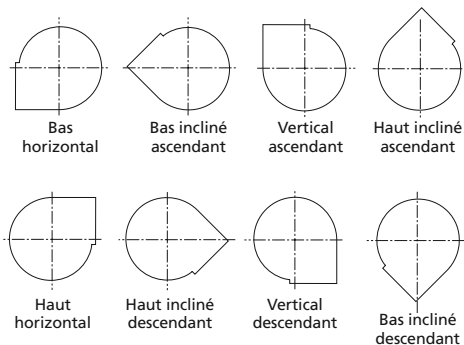

Figure 3 — Refoulement de la soufflante, vue du côté moteur (sens des aiguilles d'une montre)
1. Cette soufflante Dayton est actuellement en position de refolement ascendant. Pour changer d'orientation, voir les positions de décharge possibles à la Figure 3.